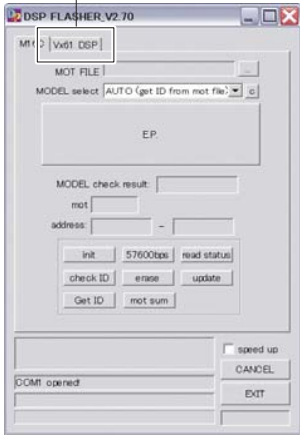

Fig. 4
The screen appears as shown below. (Fig. 4)
- 2. Click [Vx61 DSP]. (Fig. 4)
下記の画面が表示されます。(Fig. 4)
- 2. [Vx61 DSP] をクリックします。(Fig. 4)